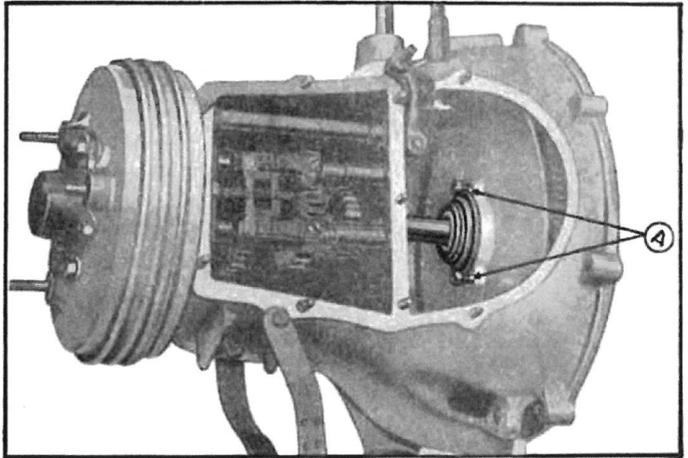

Fig. 74. — Mécanisme de l'embrayage bridé pour le remontage.
- 12—Remonter la boîte de vitesses sur le moteur. Pour cela: maintenir le mécanisme de l'embrayage au débrayé en poussant la douille coulissante sur les linguets à l'aide des deux boulons spéciaux que l'on visse dans les trous filetés des bossages du centre du carter (*fig. 74*); placer l'embrayage sur le pignon à griffes.